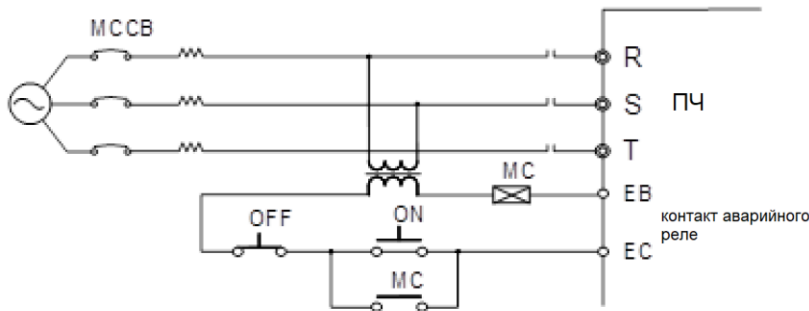

Рис.3-4 Подключение входного автоматического выключателя
- Когда МССВ используется с несколькими ПЧ или другими устройствами, подключите контакт выходного реле защиты ПЧ последовательно с катушкой контактора питания, как показано на рис.3-4, для отключения источника питания в соответствии с сигналом защиты.
Подключите электромагнитный контактор, соответствующий мощности ПЧ, как показано на рис. 3-4.